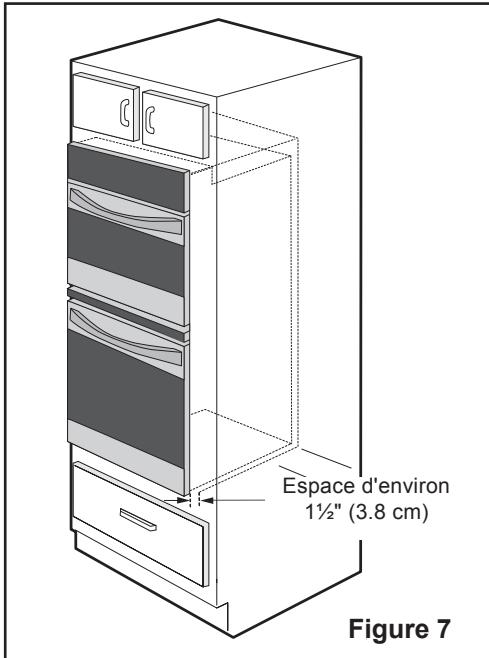

Figure 7
- 5 Insérez l'appareil dans le découpage de l'armoire. Glissez l'unité vers l'intérieur en laissant un espace de  $1\frac{1}{2}$ " (3.8 cm) entre le four et le devant de l'armoire (voir Figure 7).